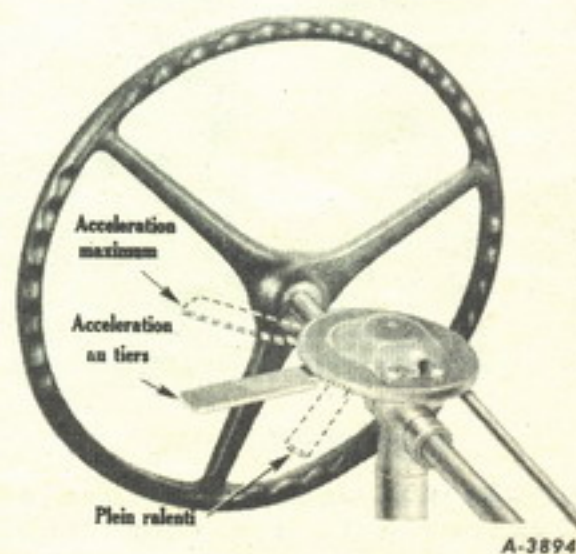

Figure 5.
(4) Placez la manette de contrôle du régulateur à la position d'accélération au tiers. (*voir figure 5*).
(4) Placez la manette de contrôle du régulateur à la position d'avance au tiers (voir figure 5).